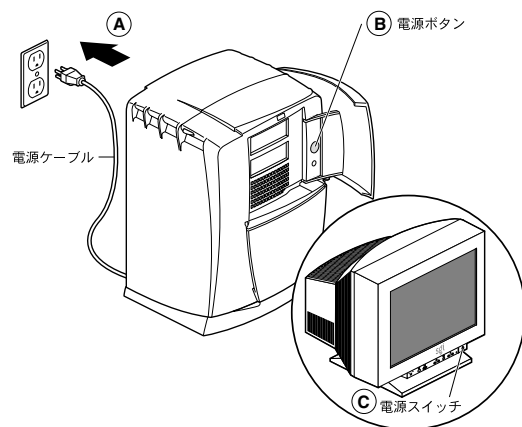

図2-19 ワークステーションの電源投入
1. 電源ケーブルをコンセントに差し込みます (図2-19 の A を参照)。
2. ワークステーション前面にある電源ボタン (B) を押します。
3. モニタの電源スイッチ (C) を押して、モニタの電源を入れます。